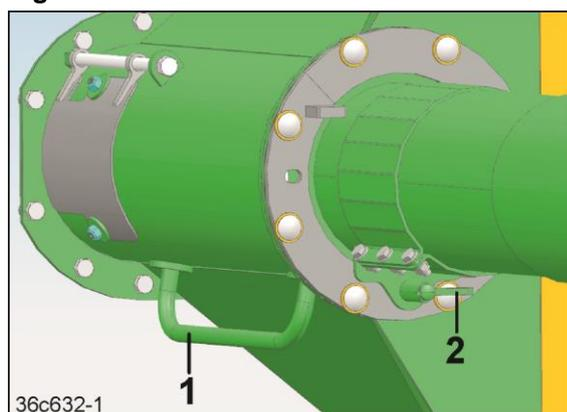

Fig. 399
2. Den Einfülltrichter am Griff (Fig. 399/1) festhalten und den Einfülltrichter in Transportposition verdrehen.
3. Den Einfülltrichter mit dem Flügelbolzen (Fig. 399/2) sichern.